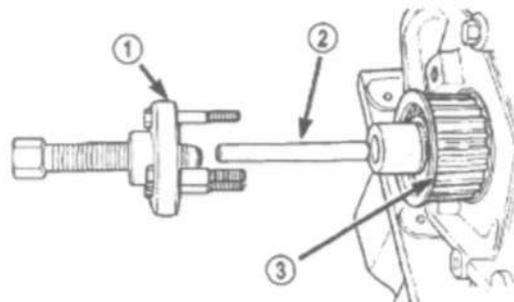

Рис. 104 Звездочка коленчатого вала - снятие
(1) Отсоединить минусовой провод АКБ.
(2) Снять ремень ГРМ (см. п. 9. ДВИГАТЕЛЬ /ФАЗЫ ГАЗОРАСПРЕДЕЛЕНИЯ/ РЕМЁНЬ ПРИВОДА ГРМ/ЦЕПЬ И ЗВЕЗДОЧКИ СНЯТИЕ).
(3) При помощи спец. приспособления 6793 и вставки С-4685-С2 снять звездочку коленчатого вала (Рис.104).